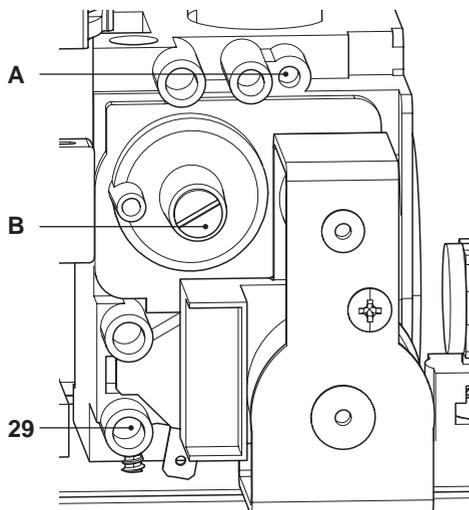

Figura 7.6
- A caldaia spenta (fuori servizio), controllare la pressione di alimentazione utilizzando la presa 29 in Figura 7.6 e confrontare il valore letto con quelli riportati nella tabella Pressioni di alimentazione gas nella sezione "Dati tecnici" pag. 24.
- Richiudere bene la presa di pressione 29 in Figura 7.6.
- Per tarare il **CO2** della caldaia (pressione del gas al bruciatore) svitare completamente il tappo in ottone di protezione **B** e agire sulla vite a brugola Ø 4 mm sottostante Figura 7.6, girando in senso orario il **CO2** aumenta.
- Se i due dati non coincidono agire sulla vite regolazione massimo RQ (**A** in Figura 7.6) della valvola gas e tarare il  $\text{CO}_2$  allo stesso valore riportato nella sezione "Dati tecnici M260V.2025 SM" a pag. 24, "Dati tecnici M260V.2530 SM" a pagina 28 e "Dati tecnici M260V.3035 SM" a pagina 32. Girando in senso orario il  $\text{CO}_2$  diminuisce.